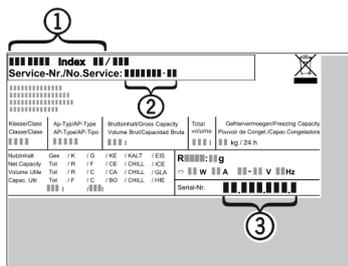

Fig. 4
- Relever la désignation de l'appareil Fig. 4 (1), le n° de service Fig. 4 (2) et le n° de série Fig. 4 (3) sur la plaquette signalétique. Cette plaquette se trouve sur la paroi intérieure gauche de l'appareil.
- Informer le S.A.V. et lui communiquer la panne, la désignation de l'appareil Fig. 4 (1), le n° de service Fig. 4 (2) et le n° de série Fig. 4 (3).